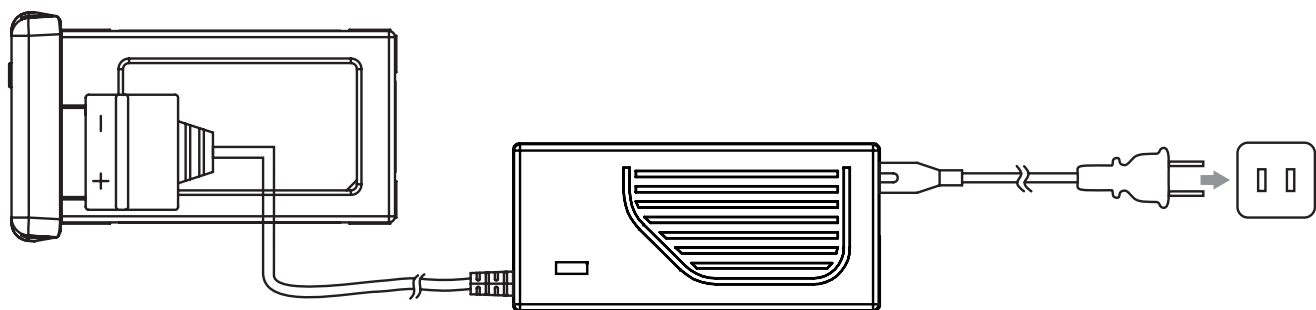

Figura 5
- 1) Conecte el cargador a una toma de corriente (100-240V, 50 / 60Hz). Conecte la batería al cargador (Figura 5).